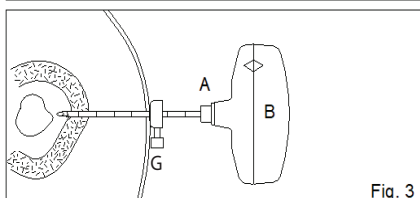

Fig. 3
FIG. 3 Con giri attenti ma saldi, ruotare la cannula di taglio e il mandrino (A+B) in senso orario finché il misuratore di profondità (G) raggiunge la pelle e/o si ottiene la posizione desiderata.